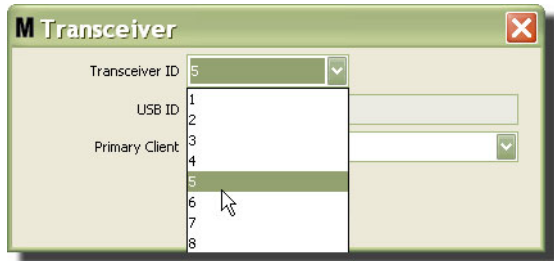

FIG. 89
4. Pour modifier l'identification de l'émetteur-récepteur, cliquez sur la flèche pour afficher le menu déroulant. Du menu déroulant, sélectionnez un numéro d'identification d'émetteur-récepteur qui n'est pas déjà utilisé par un autre émetteur-récepteur dans le système (FIG. 89). Cliquez sur OK pour fermer la fenêtre et sauvegarder les modifications.